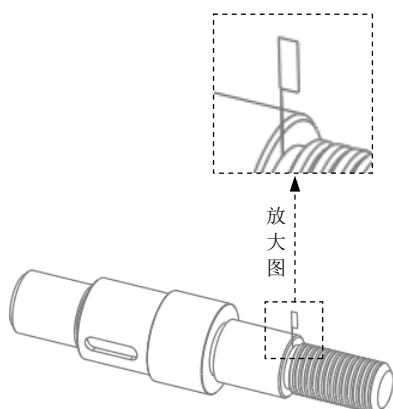
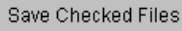

图 5.3.6 刀具路径
图 5.3.7 查看 CL 数据
Step2. 单击“播放路径”对话框中的按钮，观测刀具的行走路线，结果如图 5.3.6 所示；单击栏打开口查看生成的 CL 数据，如图 5.3.7 所示。